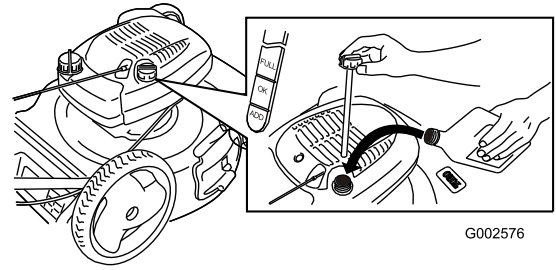

Figura 10
1. Retire la varilla, límpiela, y vuelva a colocarla (Figura 10).
2. Retire la varilla y compruebe el nivel de aceite (Figura 10). Si el nivel de aceite está por debajo de la marca **Add** de la varilla, vierta lentamente aceite en el tubo de llenado hasta que el nivel llegue a la marca **Full** de la varilla. **No llene demasiado.** (Capacidad máxima: 0,6 l, tipo: SAE 30W, aceite detergente con clasificación de servicio API SF, SG, SH, SJ, SL o superior.)